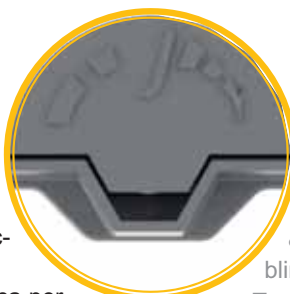

fig. 3
- Inserire una leva (leverino o piede di porco) nell'apposito alloggiamento indicato sul bordo del coperchio (fig. 3).